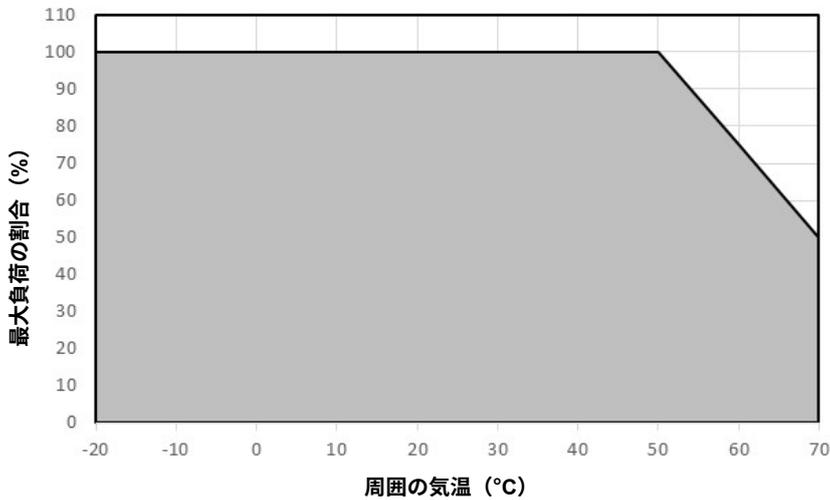
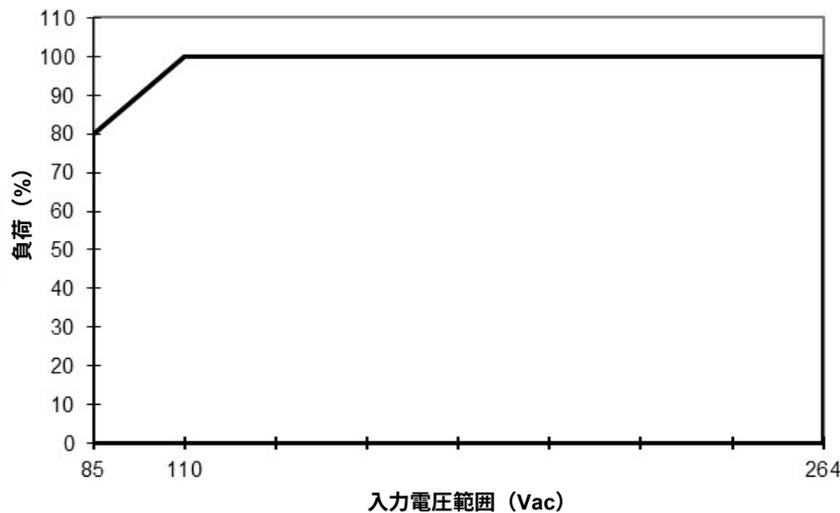

図1 水平マウント時の定格低減
図2 AC 入力電圧の定格低減
1. 斜線エリア外で電源を継続的に使用すると、電源部品が劣化または損傷する可能性があります。図1&図2のグラフを参照してください。